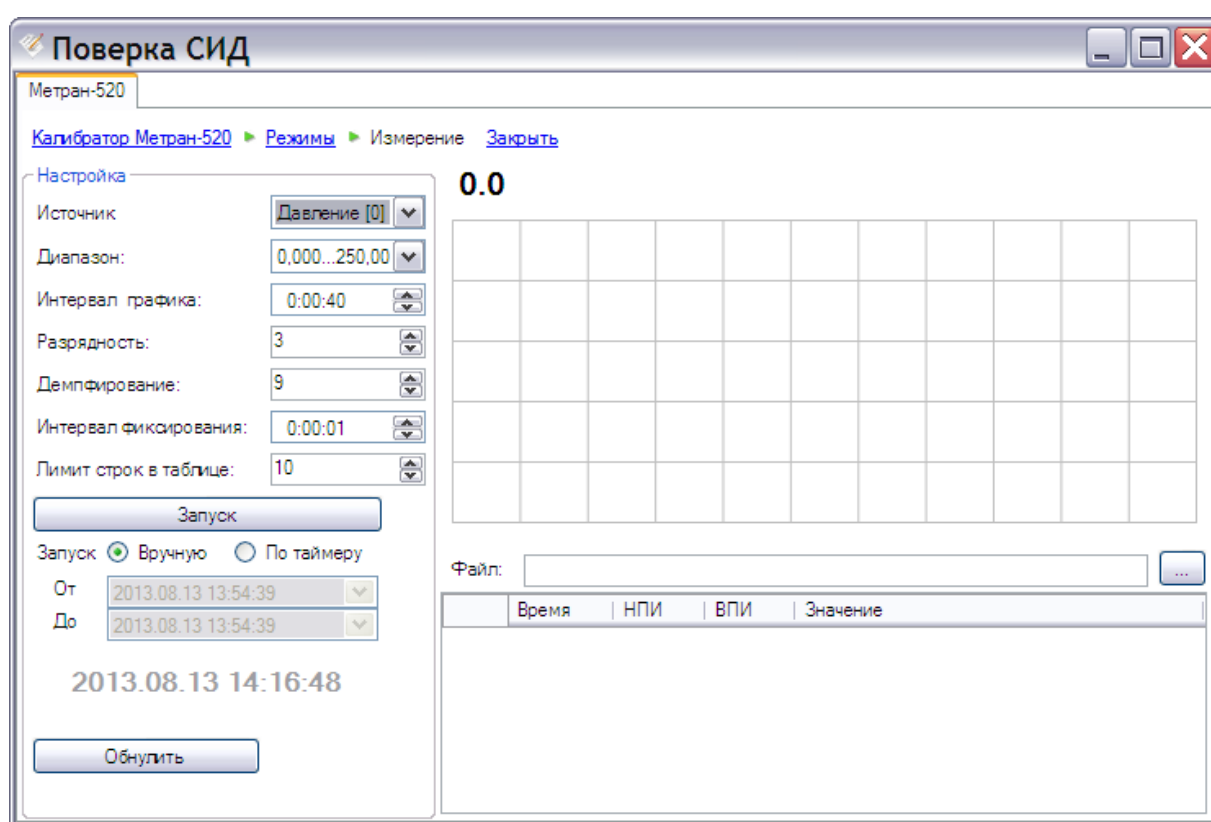

Рисунок 4.113 – Режим работы с прибором Метран-520 (Измерение)
- Измерение (см. Рисунок 4.113);
В окне программы расположены следующие компоненты (см. Рисунок 4.113):